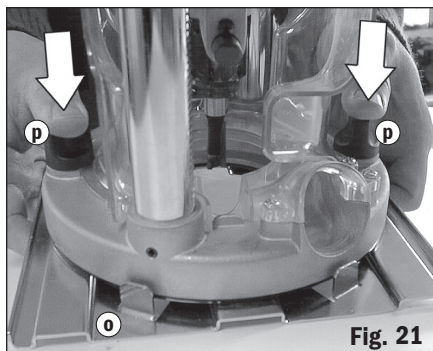

Fig. 21
3. Spingere le manopole di montaggio fino a quando le teste dei bulloni si posizionano all'interno dei fori, quindi infilare la fresatrice fino a quando si inserisce nelle tacche di posizionamento. **Fig. 21.** Serrare strettamente le manopole.